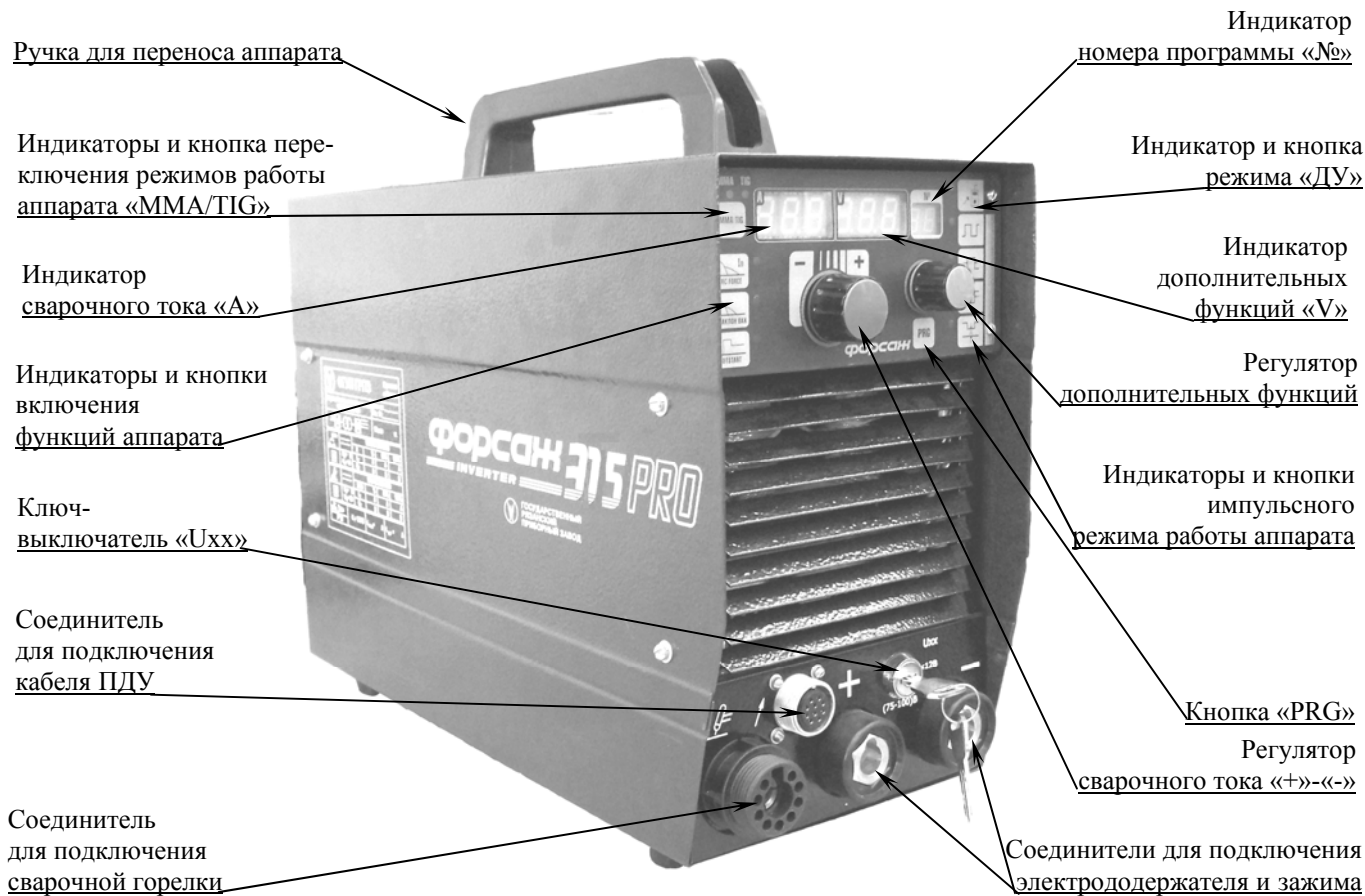

Рисунок 4.2
- регулятора сварочной горелки (при его наличии), при этом необходимо убедиться в отсутствии подключения ПДУ к аппарату, подключить сварочную горелку к специальному соединителю на передней панели аппарата (см. рисунок 4.2), нажать кнопку аппарата «», при этом индикатор аппарата «» должен светиться, вращая регулятор сварочной горелки, установить необходимый сварочный ток (для режима «TIG»).